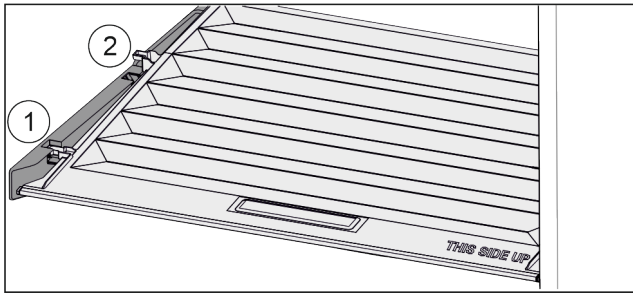

Fig. 68
- ▶ Deksel tot de opening in de vasthouddelen naar voren trekken Fig. 68 (1).
- ▶ Aan de achterkant vanaf de onderkant omhoog tillen en vanaf de bovenkant verwijderen Fig. 68 (2).